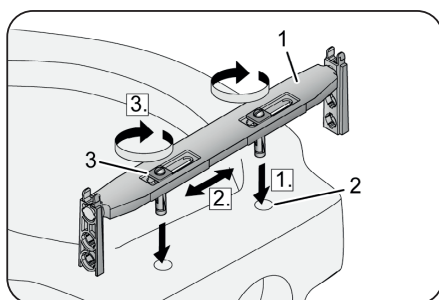

Fig. 5
1. Posizionare il ponte di sostegno (1, Fig. 5) sul bordo posteriore del vaso. Inserire i tasselli nei fori (2, Fig. 5) del vaso del WC.
3. Ruotare le viti (3, Fig. 5) in senso orario. In questo modo i tasselli sono distanziati. Serrare le viti con una coppia di serraggio di 3 Nm.